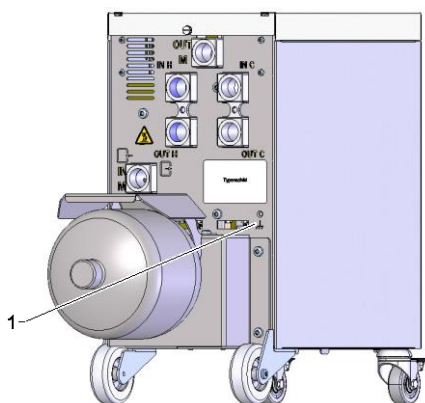

Fig. 17: Pământare
Surse puternice de interferență electromagnetică situate în apropierea unității de comutare pot să influențeze funcționarea acestuia. În acest caz carcasa unității de comutare trebuie legată la pământ cu o bandă de metal pentru legătură la pământ (Punct de legătură pentru împământare funcțională vezi (1) Fig. 17).